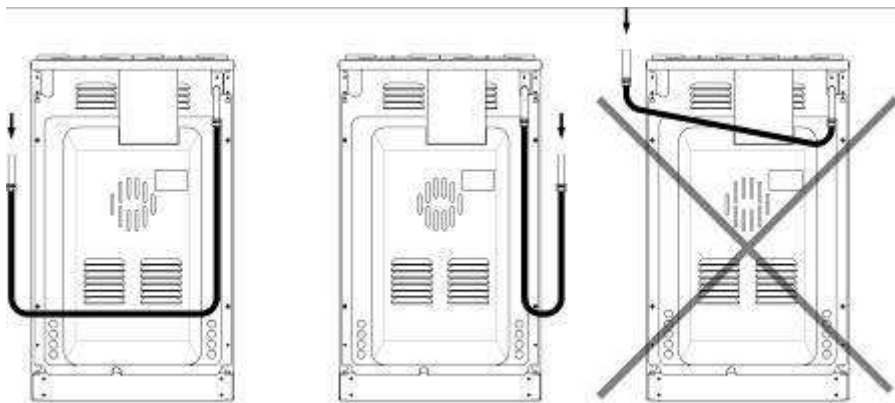

Рис. 2. Расположение гибкого шланга
- гибкий присоединительный шланг не должен проходить в зоне горячего воздуха дымохода и касаться задней стенки плиты (Рис. 2);
⚠ Внимание! После установки плиты на место обязательно проверьте положение гибкого шланга подвода газа и шнура питания (Рис. 2). Они не должны проходить над дымоходом и касаться задней стенки плиты. Во время работы духовки там возникает высокая температура, которая может их повредить.